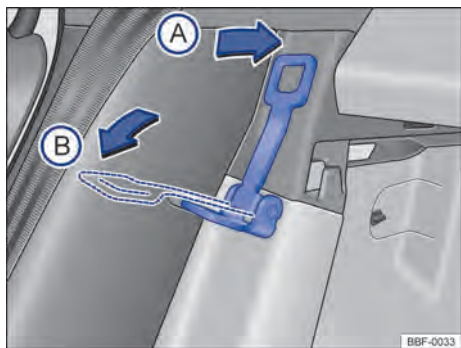

Fig. 66 Atrás do banco traseiro: alavanca para regulagem de inclinação do encosto
- **Posição A**: colocar a alavanca → Fig. 66 no sentido da seta **A**, para retornar o encosto do banco para sua posição original.
- **Posição B**: colocar a alavanca → Fig. 66 no sentido da seta **B**, para ampliar o compartimento de bagagem.
→ Fig. 66.